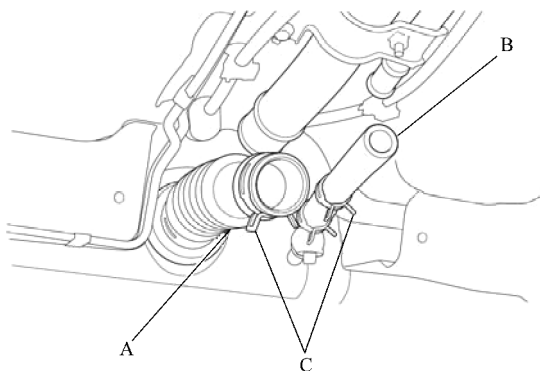

图 18-17 断开燃油加注软管
13) 断开燃油加注软管 A、吸油管 B，并打开卡夹 C，如图 18-17 所示。滑回卡夹，拉出时扭动软管以防将其损坏。